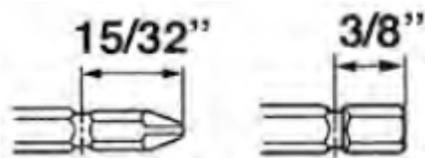

Рис.6
**Внимание!** Используйте только биты и насадки с шестигранным хвостовиком 1/4" (Рис.6). Убедитесь, что используемая насадка соответствует размеру гайки или болта.